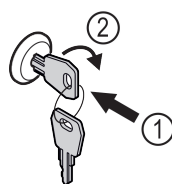

Fig. 127
- ▶ Vstavite ključ Fig. 127 (1).
- ▶ Ključ obrnite v smeri urnih kazalcev za 90° Fig. 127 (2).